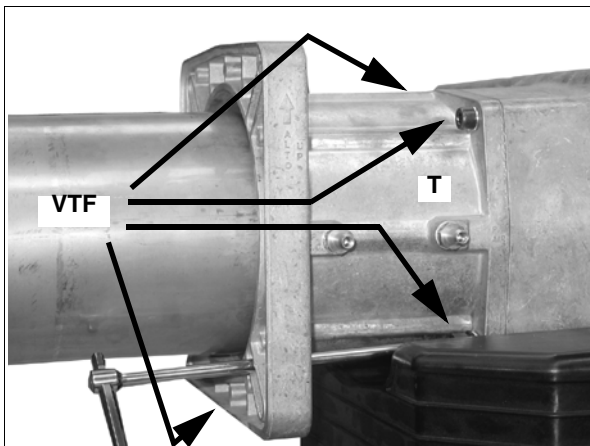

Fig. 4
- 2 Demontati piesa cu flansa T prin desurubarea celor 4 suruburi cu locas hexagonal VTF (Fig. 4).